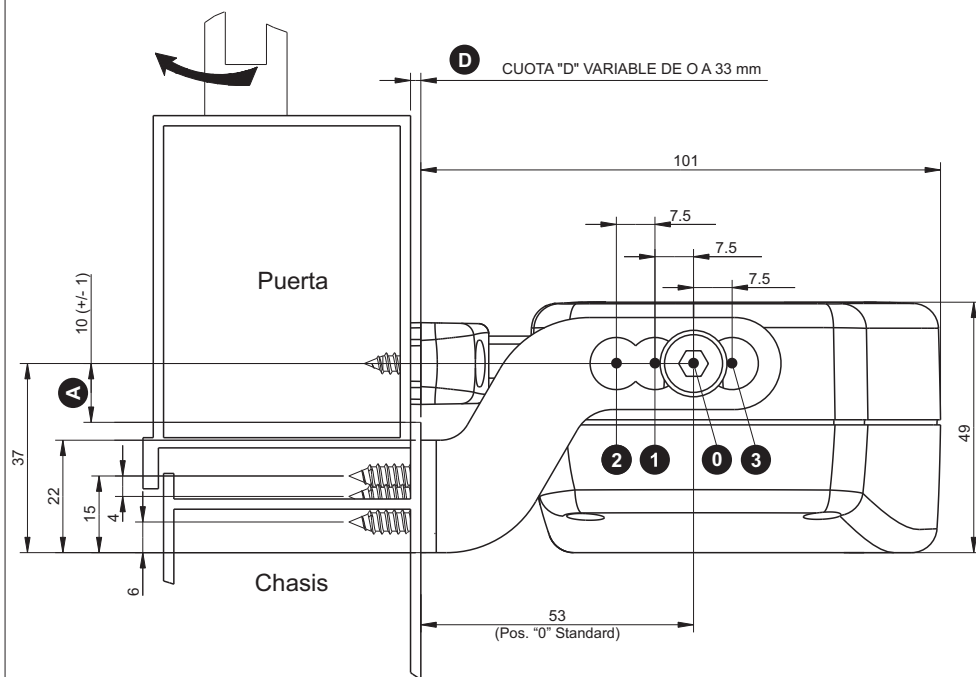

Fig.6b
AVERIGUAR QUE LA DISTANCIA "D" ENTRE EL CHASIS DEL CERCO (EN EL CUAL SE PREVE LA SUJECIÓN DEL ACCIONADOR) Y LA PUERTA DEL CERCO (EN LA CUAL SE PREVE LA SUJECIÓN DEL ESTRIBO) SEA INCLUSA ENTRE 0 mm Y 30 mm PARA EL MONTAJE SOBRESALIENTE (V.FIG.6a) Y ENTRE 0 mm Y 22 mm PARA EL MONTAJE A VASISTAS (V.FIG.6b).
- 5) **Fig.29-** Alinear el estribo para apertura vasistas con la mediana de la ventana utilizando como referencia el agujero central de los tornillos de sujeción y posicionando el estribo para apertura vasistas a una cuota **E** (v. **Fig.6b**) y marcar los puntos de perforación;
- 7) **Fig.32-** Sujetar con los dos tornillos en dotación (**Ref.1**) el accionador a la brida de enchufe al cerco en la posición "0" (**v. Fig.6b**) y destornillar el tornillo de ajuste terminal cadena;
- 8) **Fig.33-** Seleccionar la posición del accionador respecto al estribo de enchufe al cerco (**v. Fig.6b**) y enganchar el terminal cadena al estribo para apertura vasistas;